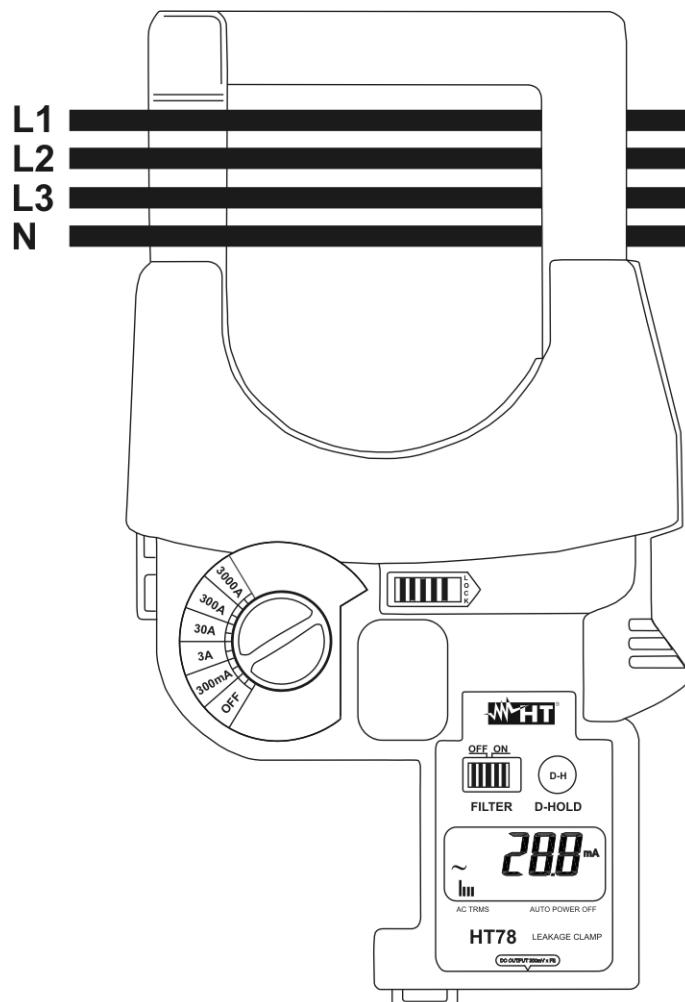

Fig. 5: Uso para la medida de corriente de dispersión en sistema Trifásico
2. Mueva sobre el selector **FILTER** seleccionando (ON) la función “Filtro pasa-bajo 150Hz” (ver § 4.2.3)
- Los cables L1, L2, L3 y N como muestra la Fig. 5 considerando el método **Diferencial** obteniendo el resultado como suma de los valores instantáneos de las corrientes circulantes en los conductores
- El conductor de tierra (PE) que el método **Directo**